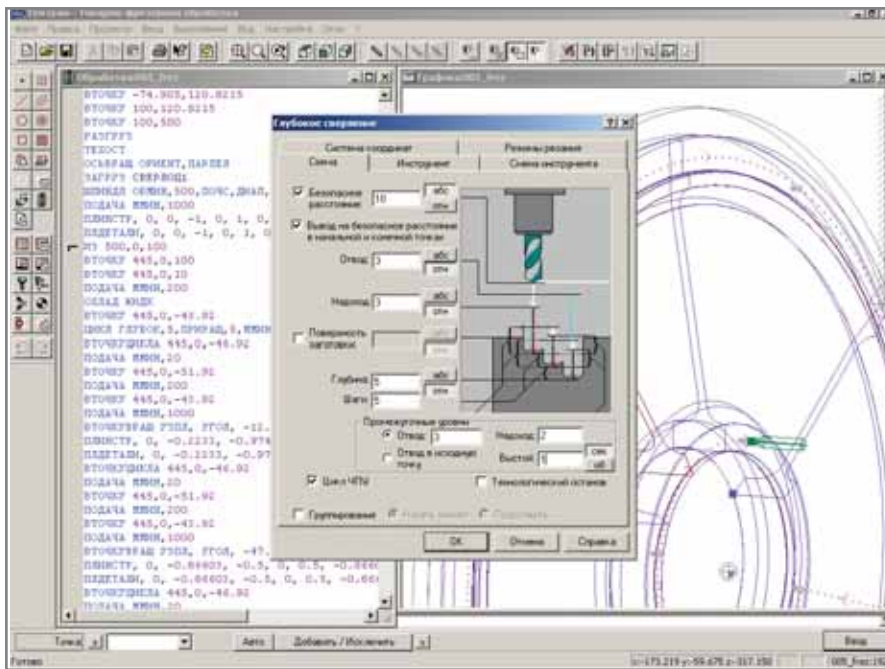

Рис. 1. "Развернутая" траектория при использовании цикла ЧПУ
**Циклы позиционной обработки.** Большинство современных систем ЧПУ имеет встроенные циклы сверления, глубокого сверления, растачивания, резьбы метчиком и т.д. Задавая переходы позиционной обработки на Техтране, можно взвести флажок *Цикл ЧПУ* и получить УП с использованием встроенных циклов. Последовательность команд, выводимых в окно *Обработка*, включает как точки выполнения цикла, так и альтернативную "развернутую" траекторию инструмента (рис. 1).